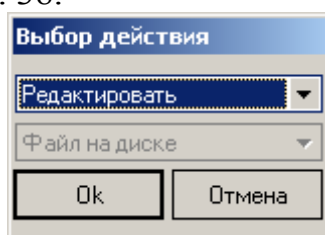
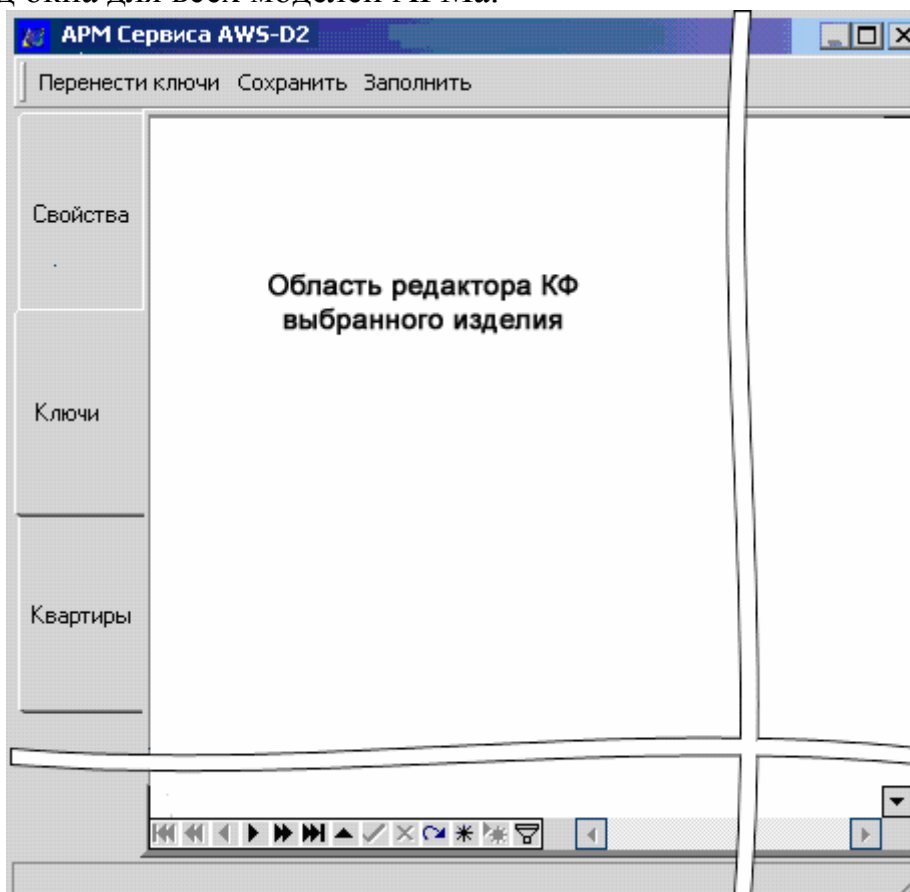
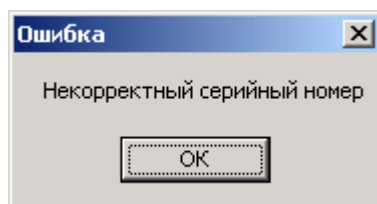

Рис.38: Окно «выбор действия» над КФ.
Рис.44 Общий вид окна редактирования параметров всех моделей.
Рис.57
Далее нужно кликнуть левой кнопкой мыши область «...» и на экране появиться диалоговое окно рис. 38.
1. Для редактирования КФ выбирать в верхнем выпадающем списке «Редактировать» и нажать «Ok» *(рис.38);
Необходимо открыть таблицу «База изделий», выделить из неё нужную запись, открыть окно редактирования КФ (рис.38) и выбирать в нем вкладку «редактировать». В зависимости от модели выделенной записи, вид открывающегося окна «Редактирование параметров...» может быть разным (см. описание работы с КФ для конкретной модели). На рис.44 представлен общий вид окна для всех моделей АРМа.
Для переноса ключей из одного КФ в другой, например, для создания резервной копии ключей или при переносе ключей из одной модели в другую, необходимо открыть окно редактирования параметров для устройства, с которого необходимо перенести ключи, нажать кнопку «Перенести ключи» (рис.44) и выполнить команду «Копировать». После этого на экране появиться окно:
Нажмите на кнопку «ОК». Далее нужно закрыть текущее окно редактирования параметров, и открыть окно редактирования параметров для устройства, в которое необходимо перенести ключи. В окне редактирования нужно нажать кнопку «Перенести ключи» (рис.44) и выполнить команду «Вставить».
По окончании редактирования выбираем пункт меню «Сохранить» (рис.44). После получения этой команды АРМ проверяет на корректность введенные коды ключей и сохраняет их. Если при проверке выявлены ошибки – выделяется ошибочная запись и во всплывающем окне выдается тип ошибки. При выполнении команды «Вставить», ключи добавляются к уже имеющимся ключам в КФ.
4. Кликнуть левой кнопкой мыши в любом месте поля «КФ» редактируемой записи. Затем кликнуть левой кнопкой мыши область «...». На экране появится окно «Выбор действия». Установить в нём команду «Редактировать» (рис.38), в котором выбрать «ОК». На экране появится окно, представленное на рис.57. Нажать кнопку «ОК».